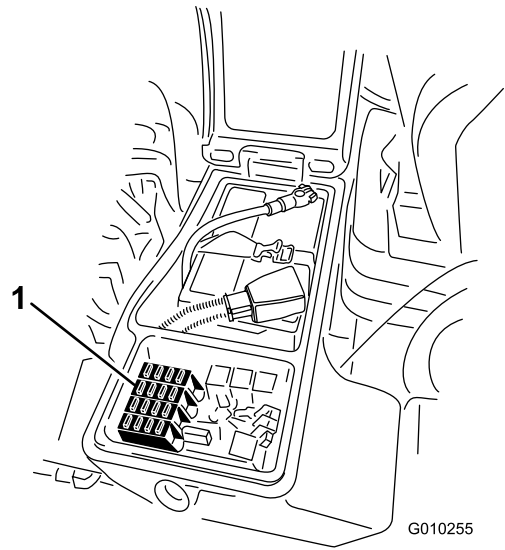

図 69
1. 右側の物入れのカバーのラッチを外してベルトカバーを外し図 68、ヒューズブロックを露出させる図 69。
2. 必要に応じてヒューズを交換する図 69。